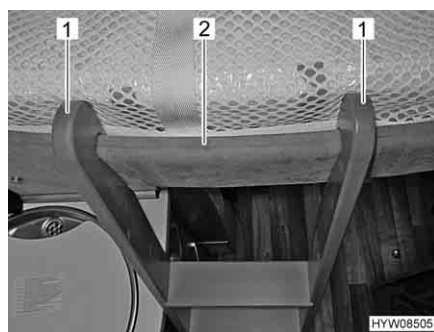

Fig. 67 Scaletta di accesso, agganciata
- Agganciare la scaletta di accesso con le due staffe (Fig. 67,1) nella barra di presa (Fig. 67,2) al letto basculante.
- Staccare la scaletta di accesso dalla barra di presa (Fig. 67,2) nel letto basculante.